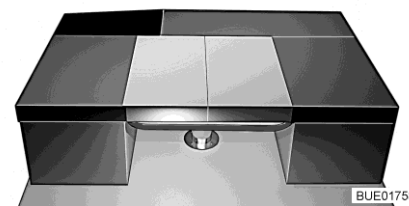

Bild 158 Nach dem Umbau
- Das Rückenpolster der seitlichen Sitzbank längs auf den Tisch legen (siehe Bild 158).